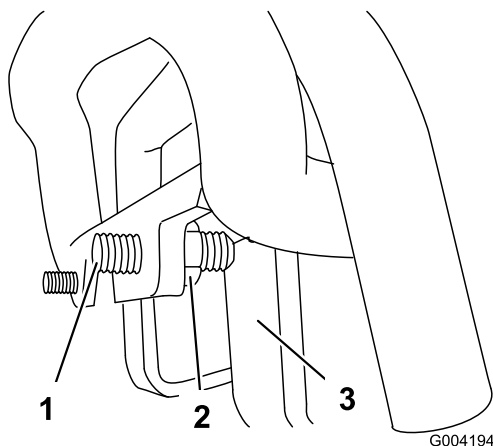

図 58
3. マシンが左にずれていく場合には、走行コントロール前部にある走行固定ねじを固定している**右側**のジャムナットをゆるめて固定ねじの調整を行う 図 58。
4. マシンが右にずれていく場合には、走行コントロール前部にある走行固定ねじを固定している**左側**のジャムナットをゆるめて固定ねじの調整を行う 図 58。